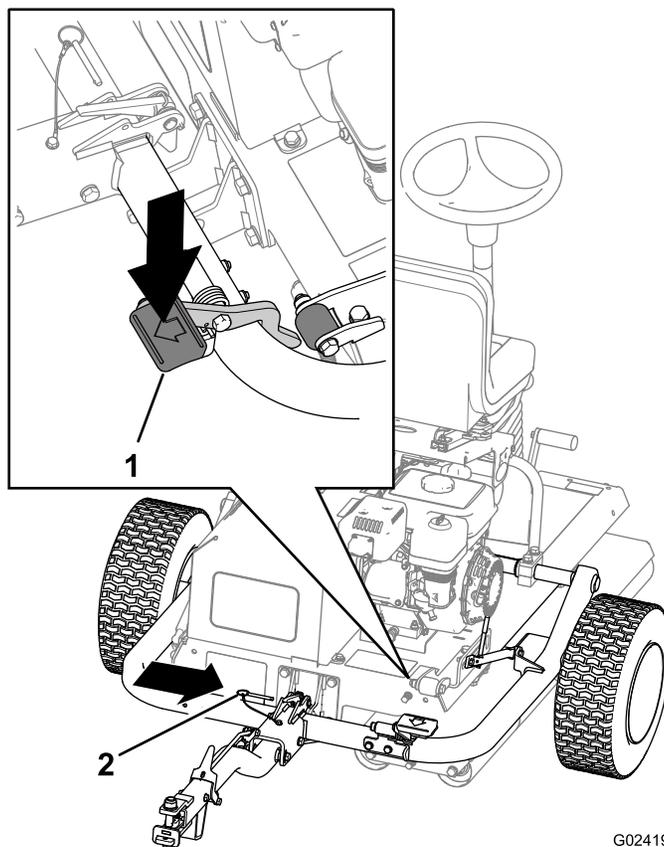

Figura 27
- C. Premere il pedale dell'attacco in modo che l'attacco si blocchi in posizione (Figura 27).
- D. Inserire il perno di bloccaggio (Figura 27).